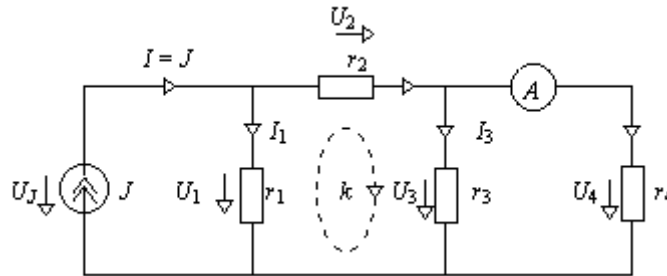

Рис. 3.2
3.4. Для электрической цепи, схема которой на рис. 3.2, определить токи и напряжения ветвей и значение тока  $J$  источника. Известны сопротивления всех элементов:  $r_1 = 4[\text{Ом}]$ ;  $r_2 = 2[\text{Ом}]$ ;  $r_3 = 2[\text{Ом}]$ ;  $r_4 = 1[\text{Ом}]$  и показание амперметра  $I_4 = 2[\text{А}]$ .